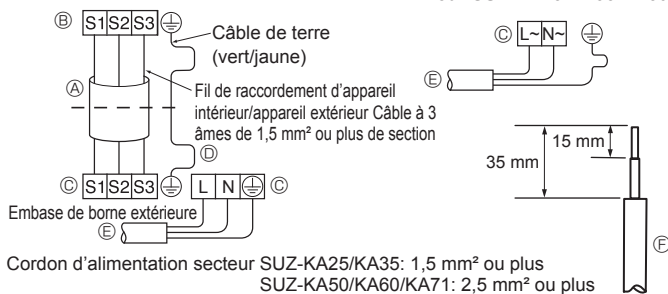
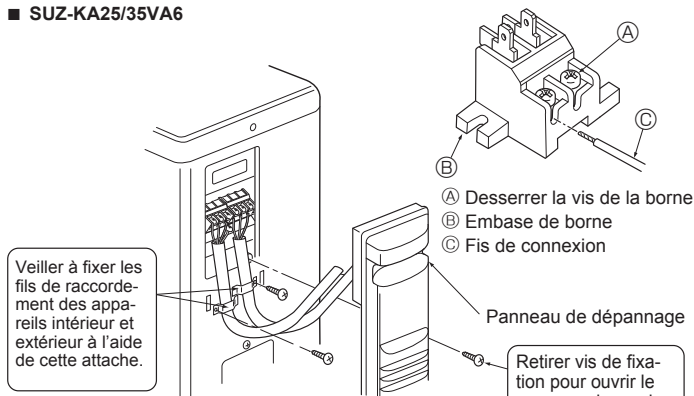
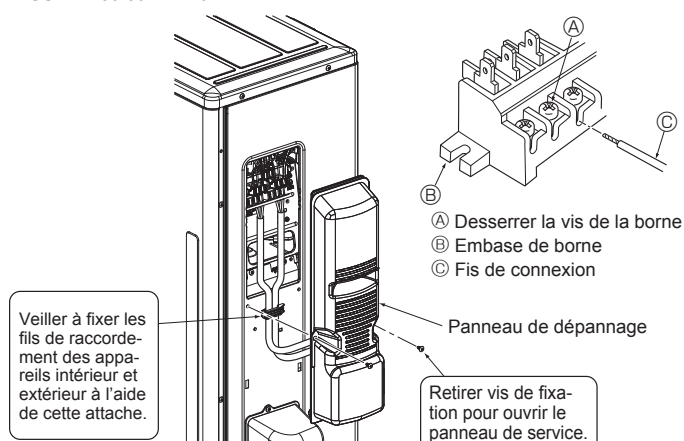

Fig. 6-2
Fig. 6-3
Fig. 6-4
6.1. Appareil extérieur (Fig. 6-1, Fig. 6-2, Fig. 6-3, Fig. 6-4)
- ① Déposez le panneau de service.
- ② Raccordez les câbles conformément aux Fig. 6-1, Fig. 6-2, Fig. 6-3 et Fig. 6-4.
- Effectuez le câblage selon le diagramme en bas et à gauche. (Veuillez vous procurer le câble localement) (Fig. 6-2)